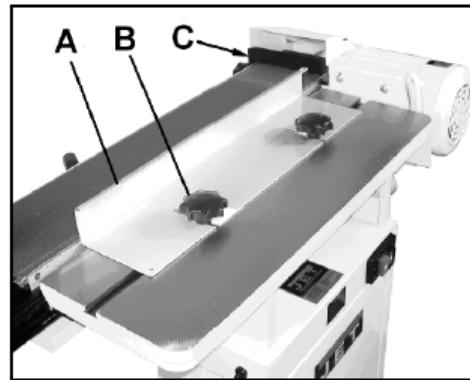

Рис. 7
Установите консоль в горизонтальное положение. Снимите стол и закройте кожух вала. Установите упор заготовки (С) (Рис. 7) и горизонтальный упор (A) с помощью винтов (B).